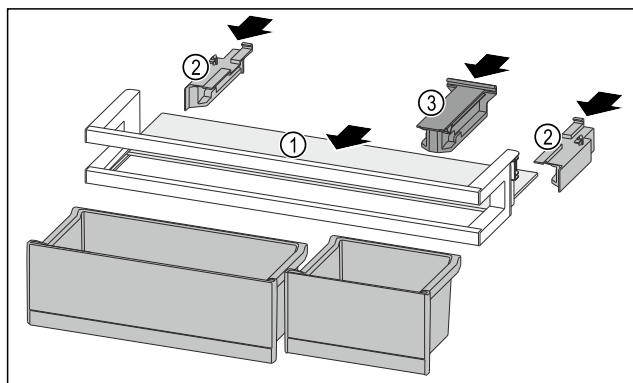

Fig. 213
- Futni raftin mbajtës Fig. 213 (1) në folëtë anësore.
- Vendosni pjesët anësore Fig. 213 (2).
- Vendosni pjesën mbajtëse Fig. 213 (3).